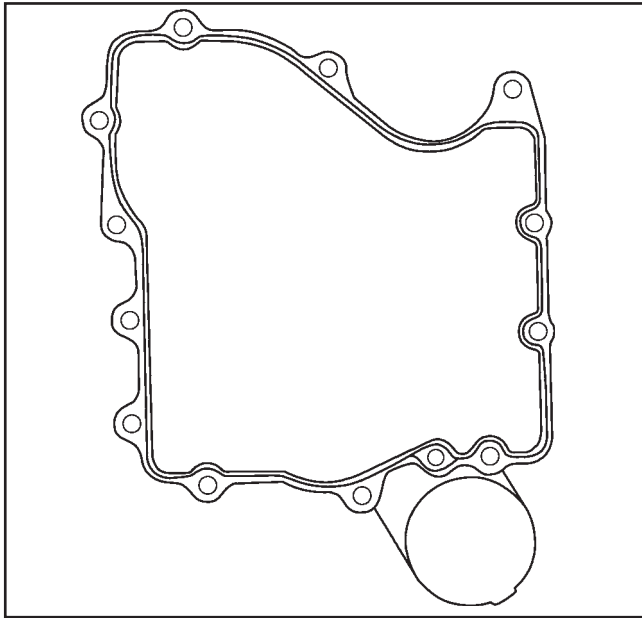

Figura 11-19. Padrão de Vedante de Placa de Fecho.
2. Aplique uma camada de 1/16" de vedante na placa de fecho conforme mostrado na Figura 11-19. Não espalhe com o dedo.